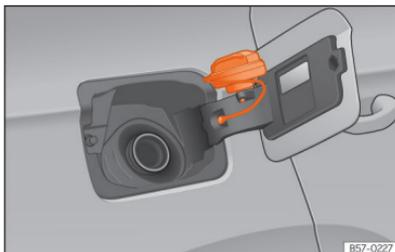

Fig. 186 Tampa do depósito com o tampão encaixado.
- Coloque-a no espaço existente na dobradiça da tampa aberta »» Fig. 186.